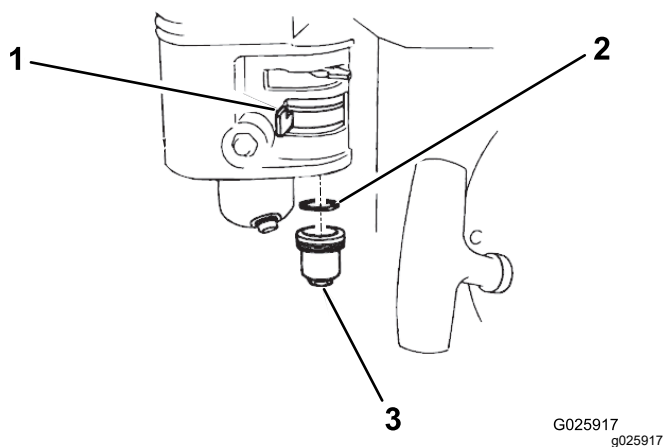

Bild 34
2. Drehen Sie den Kraftstoffhahn in die AUS-Stellung (Bild 34).
3. Entfernen Sie die Kraftstoffsedimentschale und den O-Ring (Bild 34).
6. Legen Sie den O-Ring in den Kraftstoffhahn, und befestigen Sie die Sedimentschale Bild 34. Ziehen Sie die Sedimentschale fest.